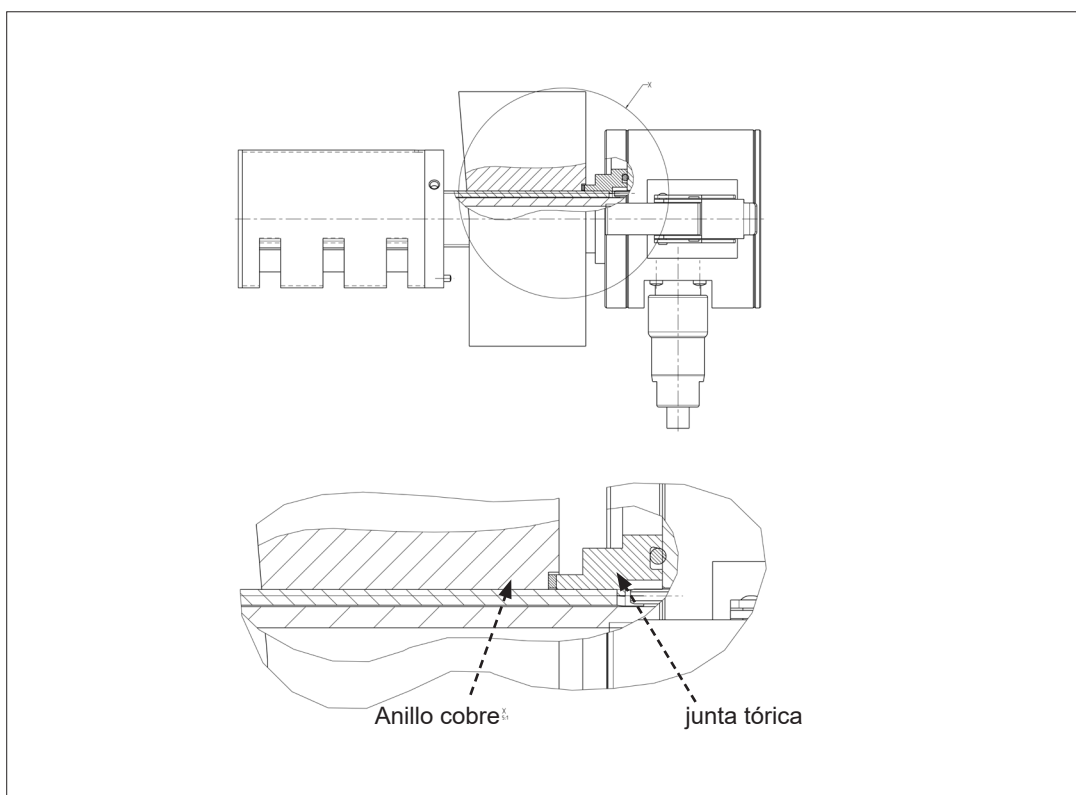

Fig. 8.15. Posición de sellos
- Instale el sensor dedo con la junta tórica 36x2 mm. Fig. 8.15.